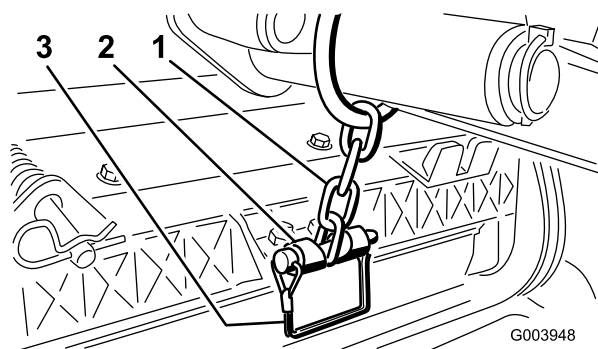

Figure 12
13. Fixez la chaîne du bras de levage au support de la chaîne avec la goupille à fermoir (Figure 12).